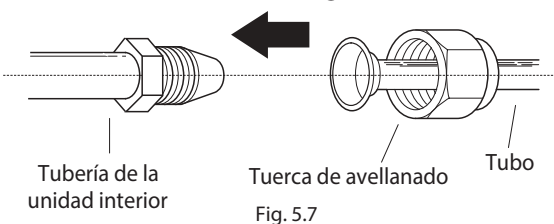

Fig. 5.7
1. Alinee el centro de los dos tubos que conectará. Consulte la Fig. 5.7 .